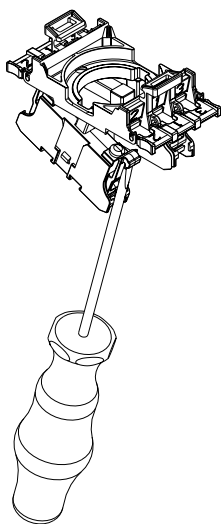

图16
3. 拆下触点元件和光元件（见图16和17）和触点支架：将螺丝刀插入接触元件和光元件的止动耳。沿着触点元件和光元件的方向稍微移动螺丝刀将止动耳向外压。触点元件或光元件从接触载体释放。